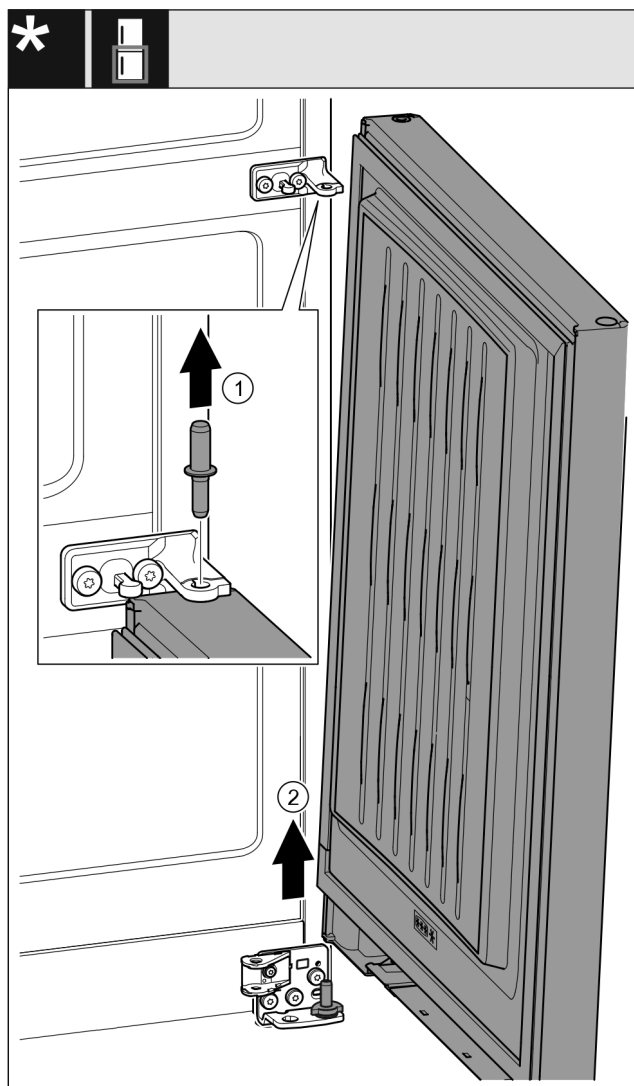

Fig. 29 Con ammortizzatore di chiusura*
- Estrarre il perno Fig. 29 (1) verso l'alto.*
- Ruotare all'esterno la porta Fig. 29 (2), tirarla verso l'alto e disporla a lato.*